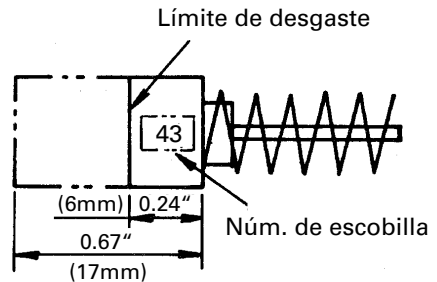

Fig. 6
4. Inspecci3n de la escobillas (Fig. 6)
**NOTA:** Utilice las escobillas metabo HPT N3m. 43 indicadas en la Fig. 6.